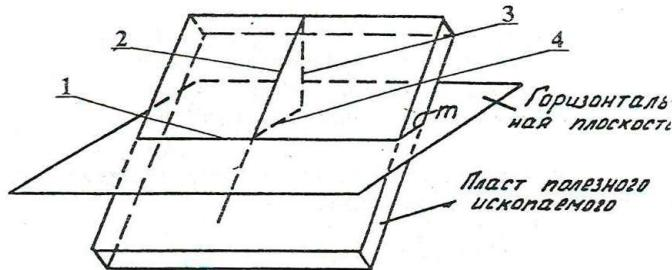

Рис. 1.33
31. На рис.1.33 изображены элементы залегания месторождения, укажите линию простираия.